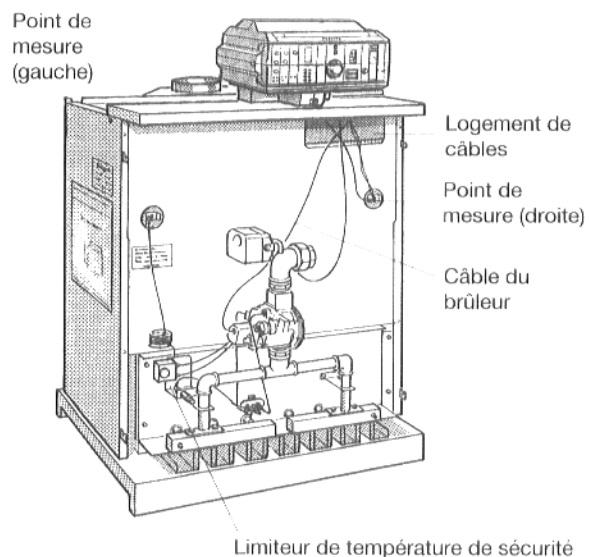

Fig. 14
- Faire ressortir les tubes capillaires de la sonde thermostatique et, en cas de régulation „Ecomatic“, la conduite de sonde thermostatique de l'eau de chaudière, de l'ouverture du capot avant de la chaudière par le logement de câbles (fig. 14), sur le devant de la chaudière.
- Dérouler les tubes capillaire et, en cas de régulation „Ecomatic“, la conduite de sonde jusqu'au point de mesure de droite (fig. 14).
- Enlever la fausse sonde des sondes thermostatiques et joindre la sonde quart-de-cercle du limiteur de température de sécurité (fig. 14) aux autres sondes quart-de-cercle. En cas de régulation „Ecomatic“, **ne pas** introduire la sonde du limiteur de température de sécurité. Le limiteur de température de sécurité est celle des deux sondes couleur laiton ayant la conduite la plus courte.
- Amener le câble du brûleur (fig. 14) jusqu'à l'appareil de régulation en le faisant passer par le logement de câbles et l'ouverture du capot avant de la chaudière. Installer les connecteurs multiples conformément au schéma de connexion.